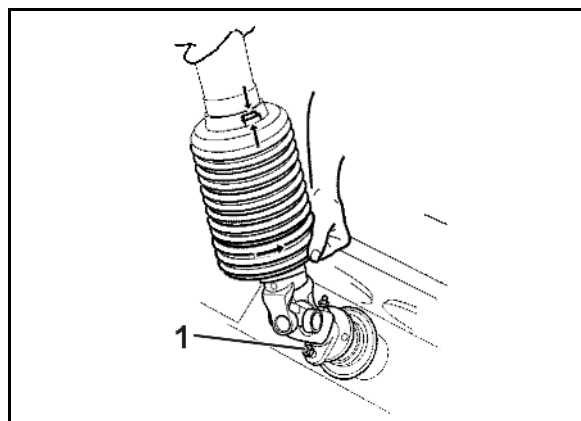

Fig. 95
2. Soltar la boquilla de engrase (Fig. 95/1) en la brida de conexión (Fig. 95/3) del árbol de transmisión (Fig. 95/2).
3. Retirar el tornillo cizallable (Fig. 95/4) situado entre la brida de horquilla del árbol de transmisión y la brida del árbol de entrada del engranaje.